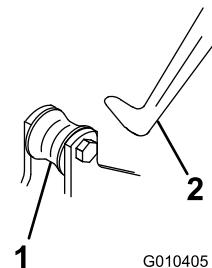

Figura 4
2. Desloque o triplo-rolo sob estrutura da unidade de tração enquanto prende o rolo de elevação ao braço de elevação (Figura 4).